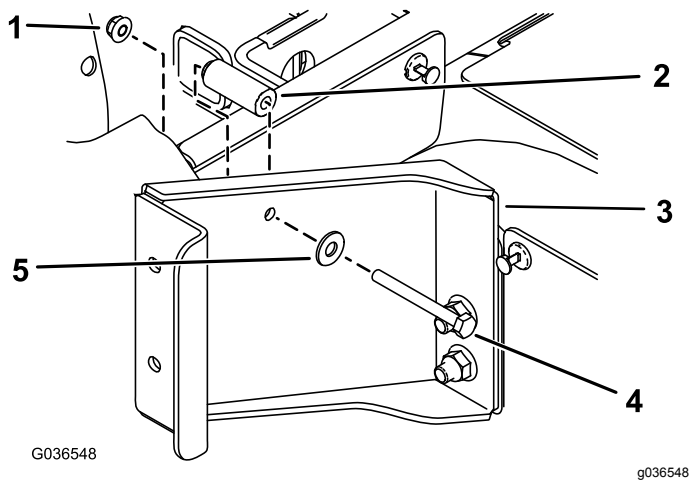

Bild 2
- C. Befestigen Sie die Halterung mit einer Sechskantschraube (1/4" x 2 1/2"), einer Flachscheibe (5/16"), einem Distanzstück (9/32" x 5/8") und einer Bundmutter (1/4") hinter dem hinteren Sitzunterteil, wie in **Bild 2** abgebildet.